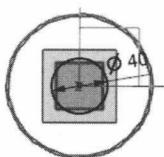

图 1.2.5 草图 1
Step6. 创建图 1.2.5 所示的草图 1。选择下拉菜单 **插入(S)** → **在任务环境中绘制草图(U)...** 命令，选取基准平面 1 为草图平面，进入草图环境绘制草图；绘制完成后单击 **完成草图** 按钮，完成草图 1 的创建。